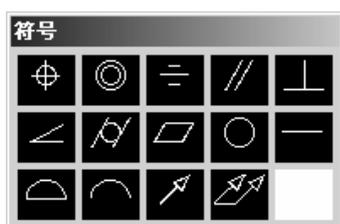

图 2-90 “符号” 框
② 单击“符号”选框组中 图标，弹出如图 2-90 所示的“符号”，选择 选项。